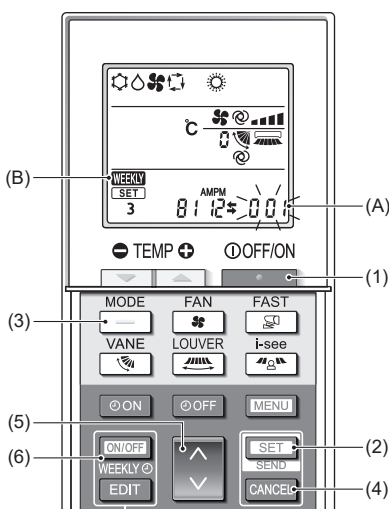

Fig. 6-10
6.8.8. Désactivation du mode Auto (Fig. 6-10)
- Appuyez sur la touche (1) pour arrêter le climatiseur.
- Si la minuterie hebdomadaire est activée, appuyez sur la touche (6) pour la désactiver. ((B) disparaît.)
- Appuyez sur la touche (2) pendant 5 secondes.
- L'appareil passe en mode de réglage des fonctions. (Le numéro de réglage du modèle de groupe (A) clignote.)
- Appuyez sur la touche (5).
- Achèvement des réglages (Fig. 6-10)